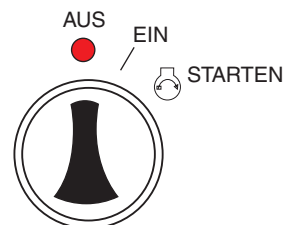

Abbildung 12. Zündschalter
4. Stecken Sie den Zündschlüssel (Abbildung 12) in den Zündschalter.
5. Drehen Sie den Zündschlüssel im Uhrzeigersinn auf die Position ON (AN). Aux1-, Aux 2-, Kühltemperatur- und Ölstandsleuchten schalten sich 10 Sekunden lang ein (Abb. 12). Die Ladeanzeige bleibt an, bis der Motor gestartet wird.